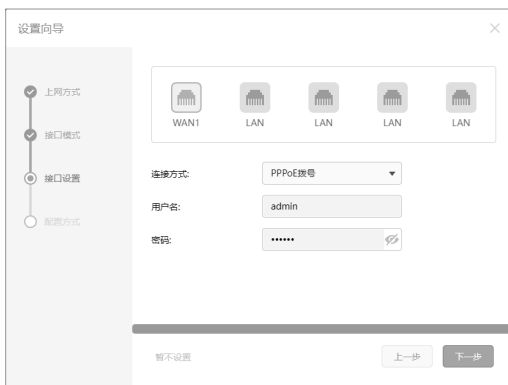

图4-4 接口设置-PPPoE
- 1) 如果连接方式为“PPPoE拨号”,即ADSL虚拟拨号方式,需要填写网络服务商提供的上网账号和密码,如图4-4所示。